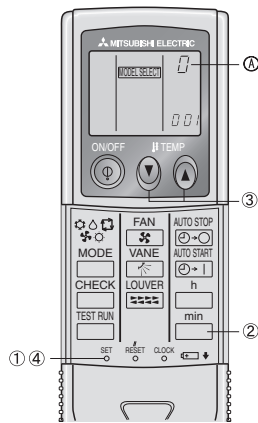

Fig. 6-8
5) Asignación de un mando a distancia para cada unidad (Fig. 6-8)
6) Procedimiento para establecer el número del par en el mando a distancia (Fig. 6-8)